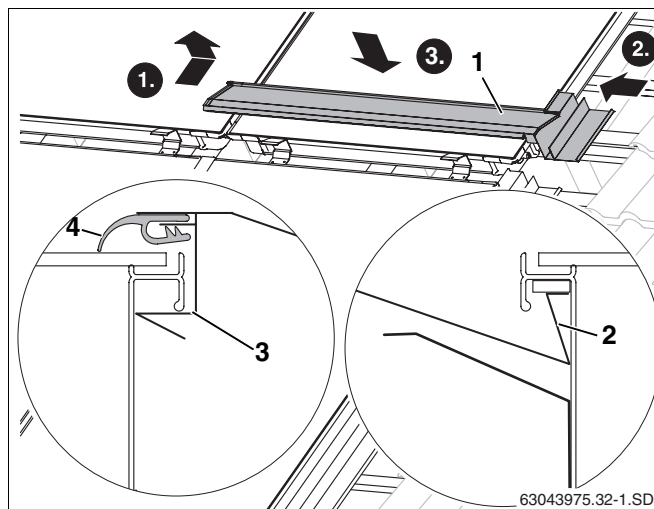

Рис. 52 Установка первого среднего накладного листа
- Уложить отогнутый край накладного листа (рис. 52, поз. 2) в раму коллектора.
- Подвести накладной лист (рис. 52, поз. 1) к коллектору и вставить в правый боковой накладной лист.
- При нажатии на лист он входит под раму коллектора (рис. 52, поз. 3).
- Сверху на коллектор нужно уложить резиновый язычок (рис. 52, поз. 4).